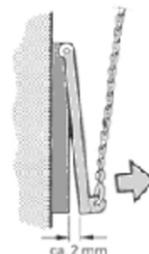

Рис.8
**Проверка работы** Регулятора температуры (Тягорегулятора): Установите ручку настройки регулятора в положение, соответствующее показанию котлового термометра. Если регулятор настроен правильно, то позиция воздушной заслонки будет соответствовать рис. 8
Настройте цепь регулятора заслонки так, чтобы щель составляла примерно 2 мм (рис. 8).